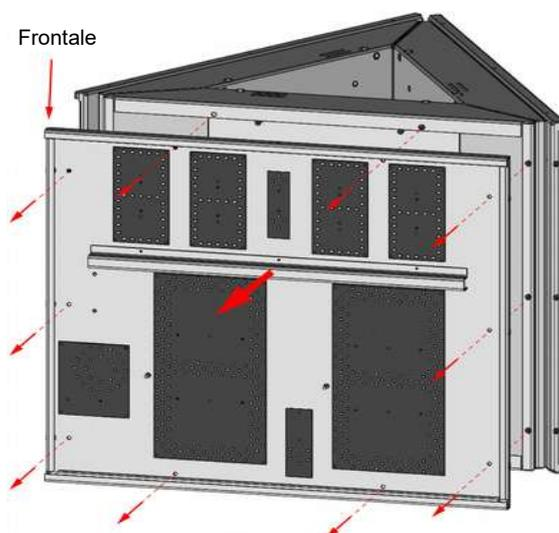

Fig. 3.5: Viti di fissaggio del frontale
6. Rimuovere le viti che fissano il frontale indicate in Fig. 3.5 e ripetere l'operazione per tutti i frontali disponibili.